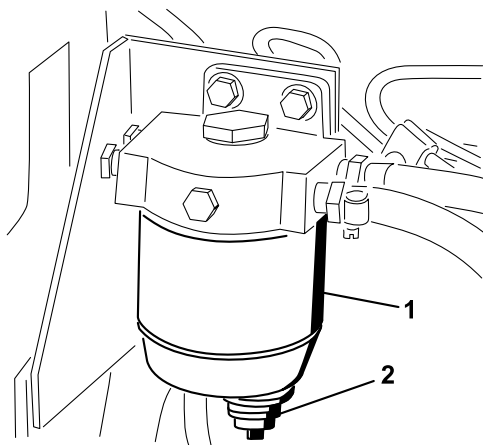

図 55
水セパレータ (図 55) からの水抜きは毎日おこなって異物を除去してください。
1. フィルタ容器(図 55)の周辺をウェスできれいにぬぐう。
2. フィルタ容器を外して取り付け部をきれいに拭く(図 55)。
4. ガスケットが取り付け部に当たるまで手でねじ込み、そこからさらに1/2回転締め付ける(図 55)。